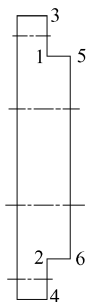

图 14-8 绘制轮廓线
(2) 绘制剖视图轮廓线。单击“默认”选项卡“绘图”面板中的“直线”按钮 --- ，绘制一条与定位直线相交的竖直直线；单击“默认”选项卡“修改”面板中的“偏移”按钮 --- ，将竖直直线分别向右偏移 9 和 16；单击“默认”选项卡“修改”面板中的“修剪”按钮 --- ，修剪多余直线，整理后结果如图 14-8 所示。